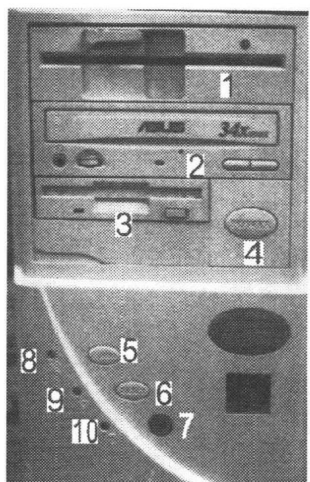
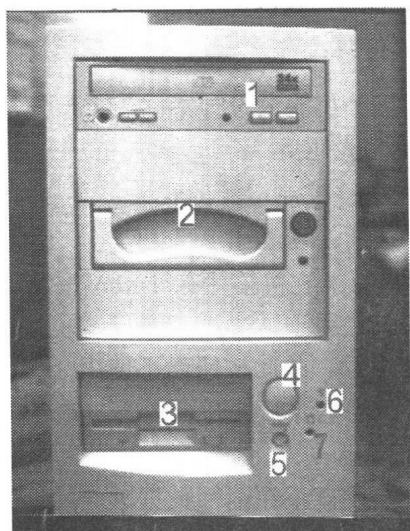

图 1-2 AT 计算机的主机面板
图 1-3 ATX 计算机的主机面板
8. 光驱(CD-ROM)面板：上面有托盘、退片按钮、音乐 CD 播放按钮、忙碌指示灯、音量调整按钮及耳机插孔。如图 1-2、图 1-3 所示。